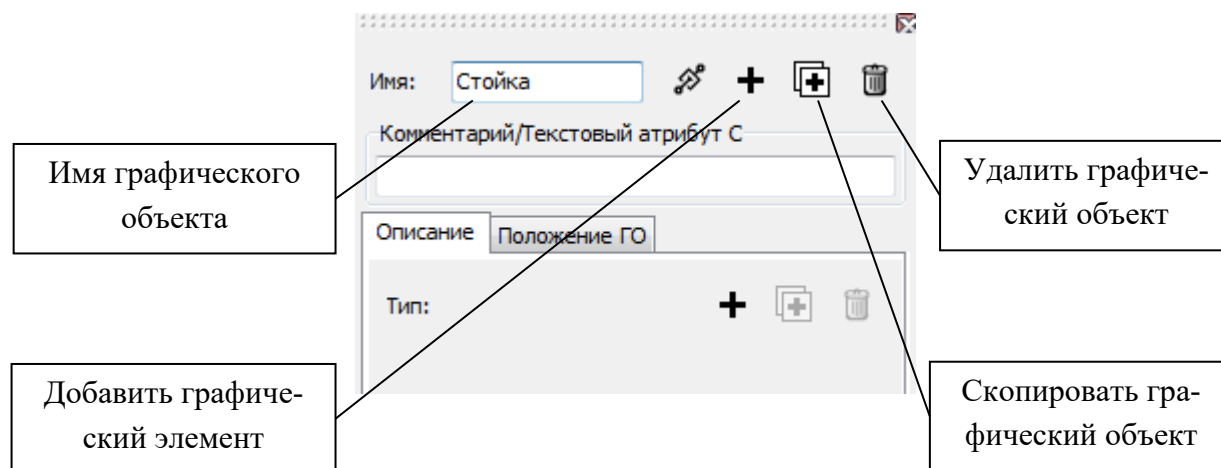

Рис. 1.5. Переименование графического объекта в Инспекторе
3. Перейдите в поле имени графического объекта и введите **Стойка** и нажмите *Enter*, см. рис. 1.5.